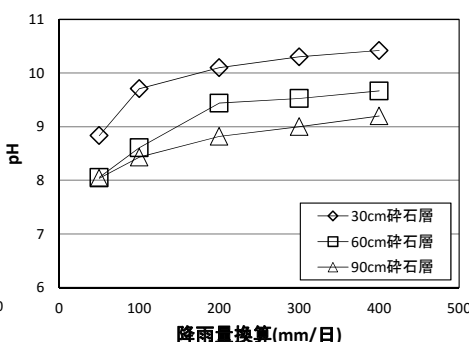

図4 碎石層高さ別pH変動
- 碎石層の充填高さを高くする(2回繰り返したものを60 cm、3回のを90 cmと定義する)ことにより十分な中和能が得られる(図4)。